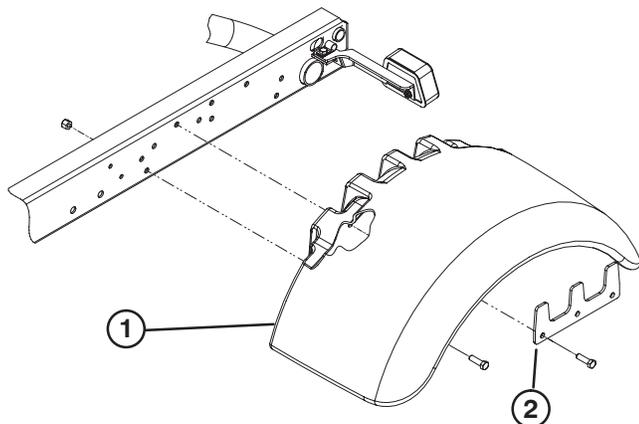

Figura 2
4. Fixe, sem apertar, um guarda-lamas a cada um dos lados do chassis com uma placa de suporte, parafusos (5) de 3/8 x 1–1/4 polegadas e uma porca de bloqueio tal como se exemplifica na figura 2.